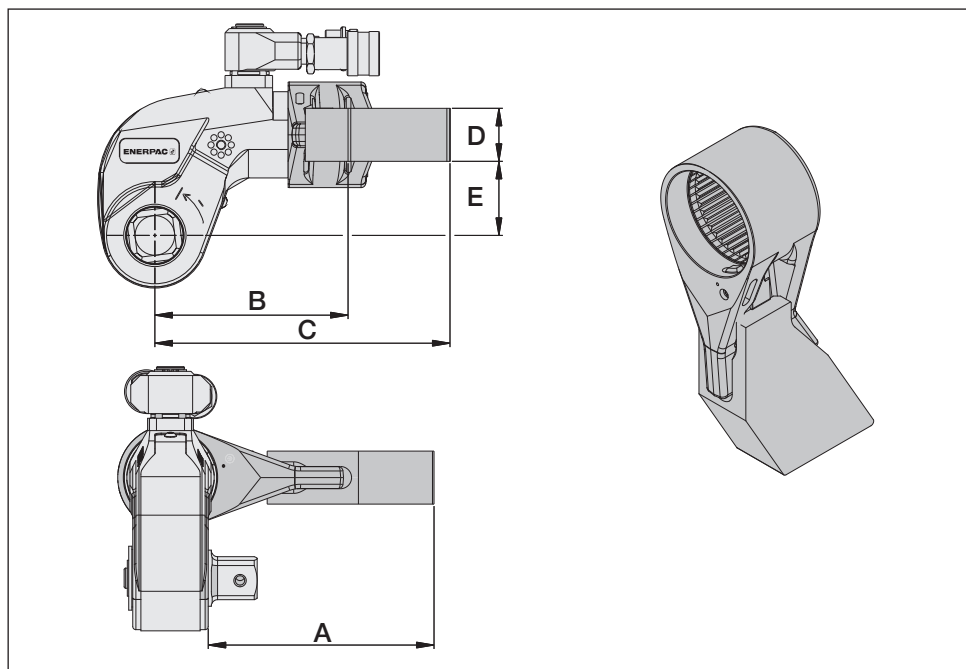

Fig. 29
6.3 Dimensões e especificações, Braço de Reação Longo, série SRS (Fig. 29)